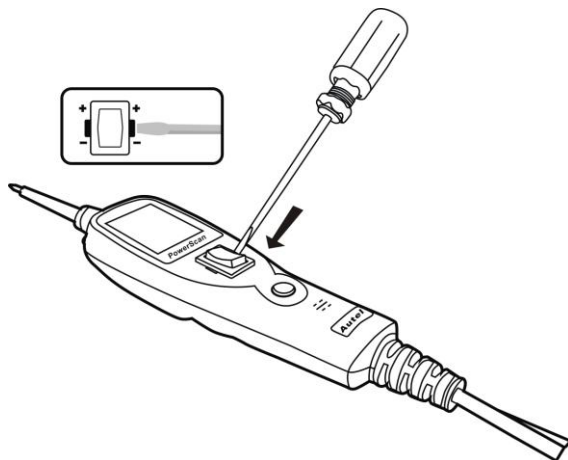

Figura 15
- Extraiga el interruptor haciendo palanca con alguna herramienta. Tenga cuidado de no aplicar demasiada fuerza (Figura 15).